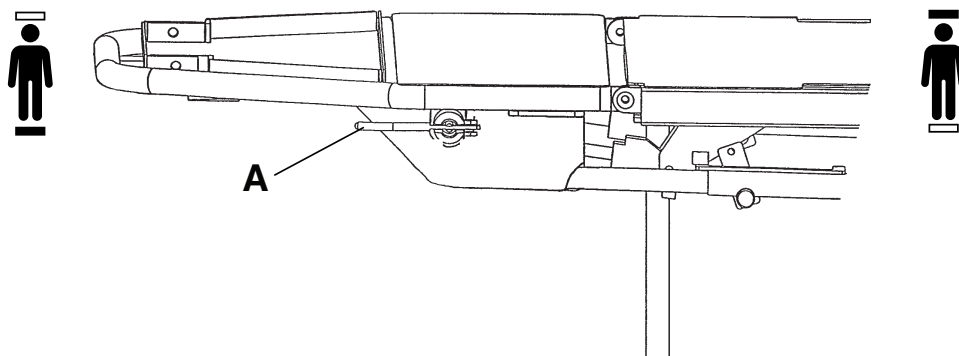

Figure 6 – Positionnement de la poignée rouge en mode dépendant (fauteuil)
Pour mettre la section pieds en mode dépendant (fauteuil), faire pivoter la poignée rouge (A) située des deux côtés de la section pieds vers le côté tête du produit (Figure 6).
Pour mettre la section pieds en mode indépendant, faire pivoter la poignée rouge (A) située des deux côtés de la section pieds vers le côté pieds du produit (Figure 6).